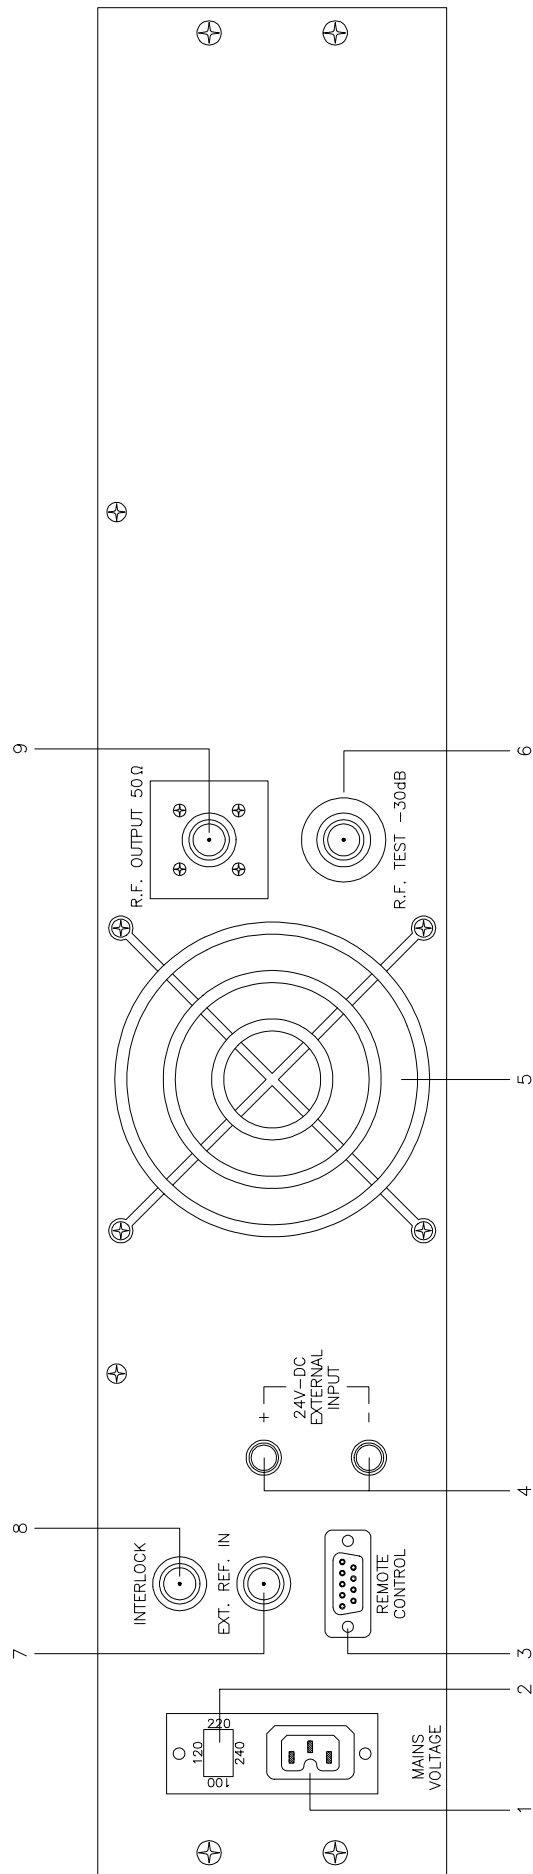
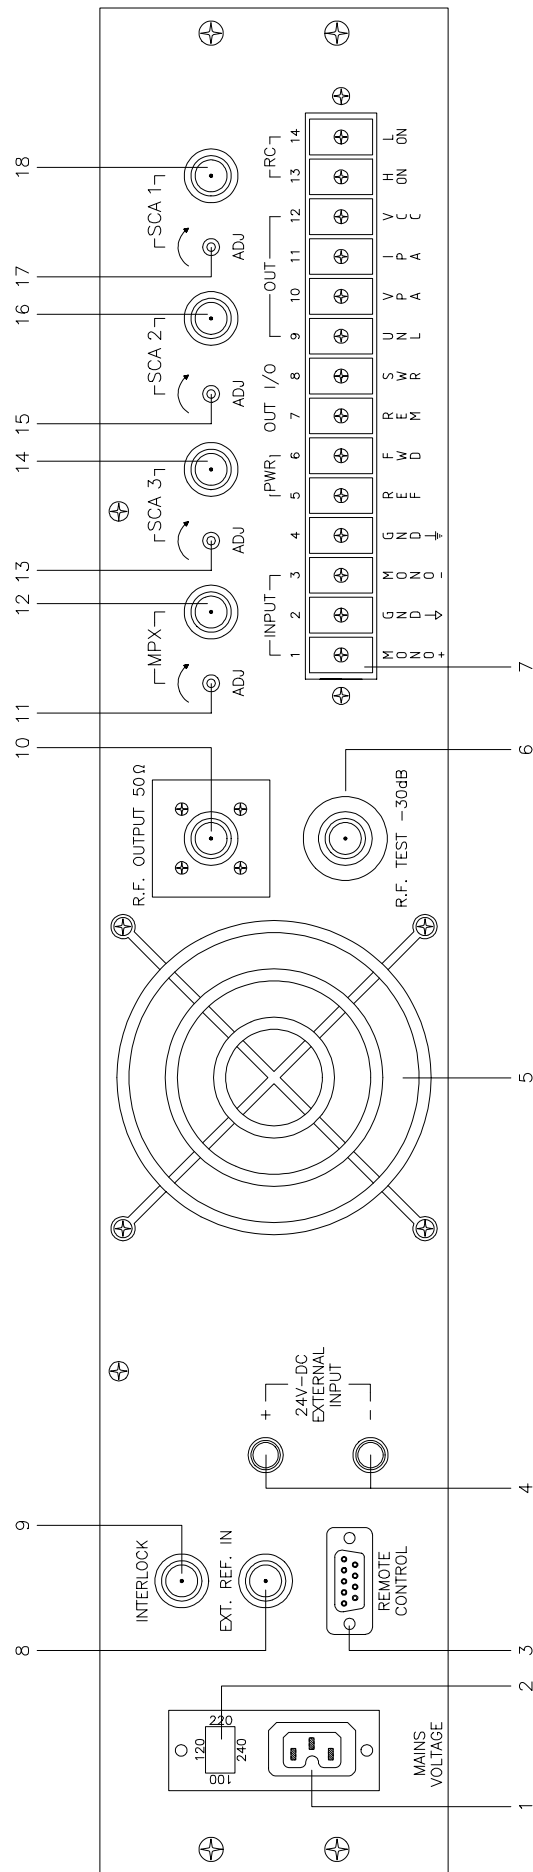

FIG. 2A
FIG. 2B
VERSIONE "EUROPA" (FIG.2A)
VERSIONE "USA" (FIG.2B)
- 1) Verificare sul pannello posteriore che il selettore della tensione di rete sia posizionato sul giusto valore: eventualmente con un cacciavite sollevare il cappuccio (2 Fig.2A-2B) su cui sono stampati i valori di tensione e ruotarlo fino a che il valore che interessa corrisponda con la freccetta e quindi reinserirlo. Verificare inoltre la presenza e l'integrità del fusibile contenuto nel cappuccio stesso.
- 3) Connettere all'uscita dell'eccitatore (10 Fig.2A, 9 Fig.2B) posta nel pannello posteriore un carico fittizio in grado di dissipare una potenza maggiore o uguale a 30W continui.
- 4) Collegare alla presa posteriore REMOTE (8 Fig.2A, 9 Fig.2B) un cavo alla cui estremità sia connesso un interruttore in grado di creare un corto circuito tra schermo e centrale, e posizionarlo in modo da ottenere questo corto circuito.
- 6) Connettere il cavo di rete nell'apposita vaschetta VDE (1 Fig.2A, 1 Fig.2B).
Le operazioni sotto descritte devono essere effettuate: per la versione EUROPA prima sull'ingresso MONO (2 Fig.1A) e poi sullo ingresso STEREO (4 Fig.1A) mentre per la versione U.S.A. prima sull'ingresso MONO (posto sulla morsettiera di telemetria) poi su quello MPX (12 Fig.2B).